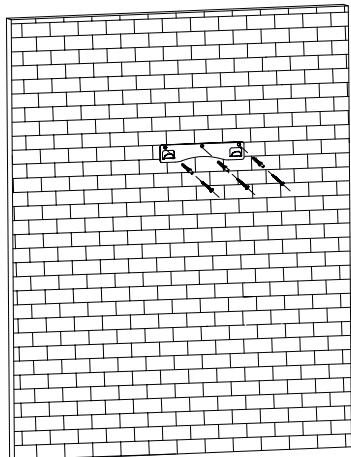

Рис. 9
Разместите на стене планку крепления вытяжки по горизонтали так, чтобы при навесе на нее вытяжки получилось необходимое расстояние до столешницы. Сделайте разметку отверстий крепления планки (рис. 9).
3. Прикрутите установочную планку в просверленные места (рис. 9).
место стыковки герметиком, и закрепить его с помощью хомута (приобретается отдельно). (рис. 9)